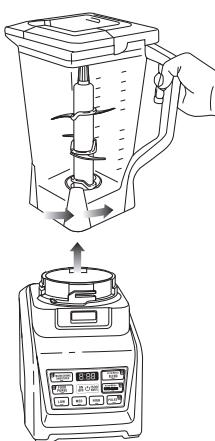

Fig. 9
- 14** Tournez le pichet dans le sens antihoraire pour l'enlever, et retirez-le ensuite de la base. (Fig. 9)